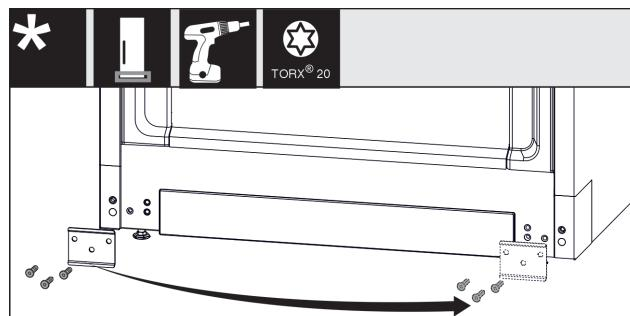

Fig. 12
- ▶ Відкрутити щиток, переставити на інший бік і знову накрутити. Fig. 12 (1)
- ▶ Знову одягнути кришку з іншого боку. (1)